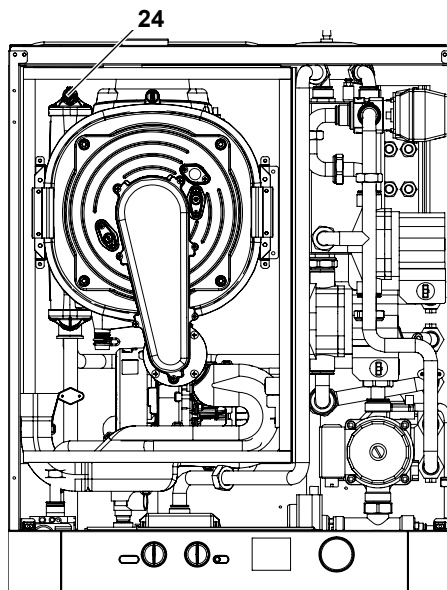

Figura 6.4
- Prima di allentare il raccordo di sfiato scambiatore primario condensante 24 in Figura 6.4 collegare un tubicino di scarico al portagomma per far defluire l'acqua in uscita.
- Riempire l'impianto di riscaldamento vedi sezione "Riempimento del circuito riscaldamento" a pag. 15 e richiudere il raccordo di sfiato scambiatore primario condensante 24 in Figura 6.4 quando da quest'ultimo inizia ad uscire acqua. Togliere il tubicino di scarico.